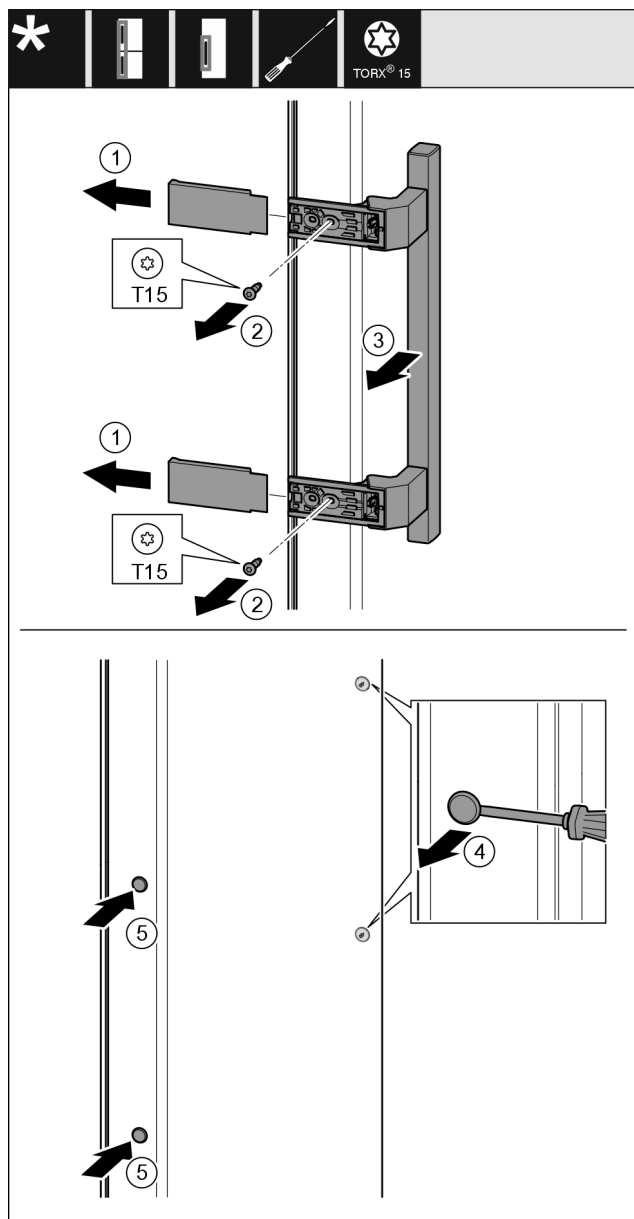

Fig. 19
- Изтеглете капака Fig. 19 (1).
- С отвертка отвийте винтовете Fig. 19 (2).
- Свалете дръжката Fig. 19 (3).
- С плоска отвертка внимателно повдигнете страничната тапа Fig. 19 (4) и я извадете.
- Отново поставете тапата Fig. 19 (5) от другата страна.